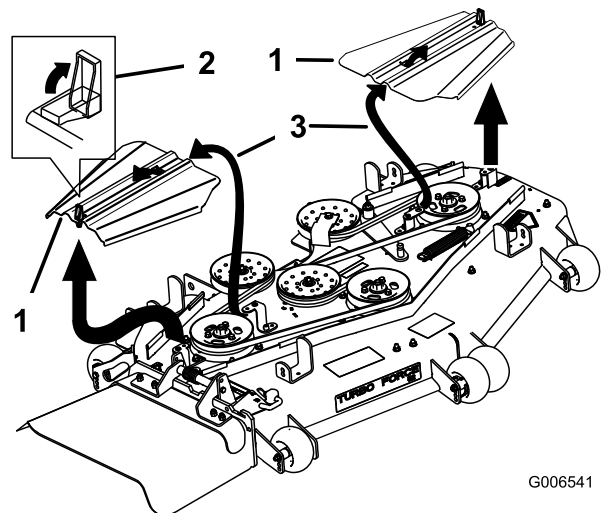

Figure 54
3. Retirez les couvercles de courroie (Figure 54).